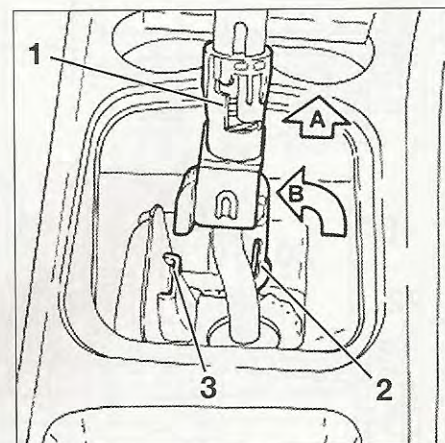

FIG. 9
- Bloquear la palanca de velocidades levantando el inhibidor (1) y girarlo 90° en el sentido antihorario y bajarlo hasta bloquear la pata (2) en su alojamiento (3) (fig. 9).